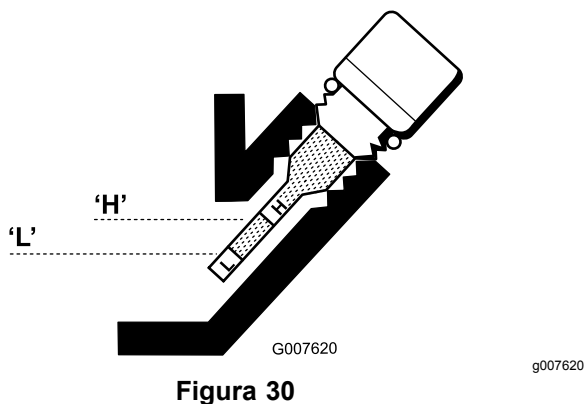

Figura 30
6. Se il livello è basso, aggiungete solo l'olio sufficiente ad alzare il livello fino a quando non è compreso tra i segni "H" (alto) e "L" (basso) sull'asta di livello (Figura 30). Controllate il livello dell'olio.